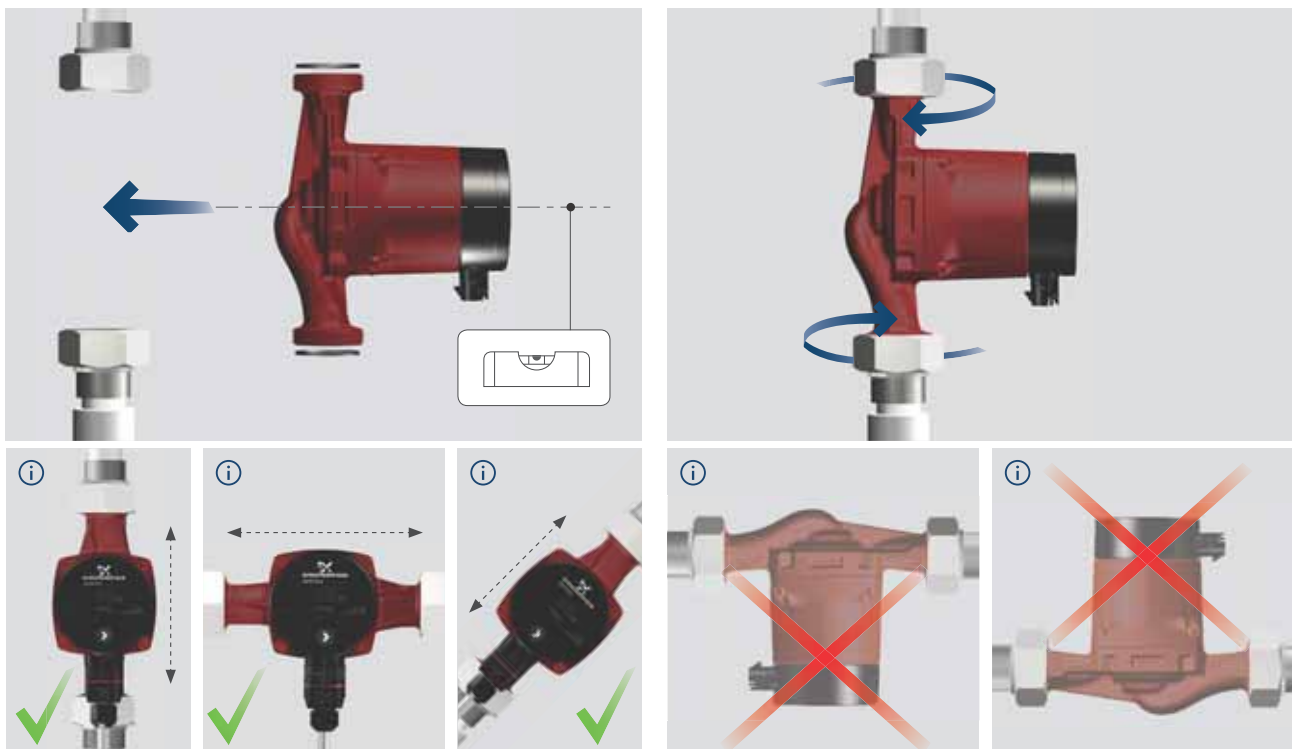

Fig. 4 Montaje de la bomba GRUNDFOS ALPHA1
- Instale la bomba con el eje del motor en posición horizontal. Consulte la fig. 4.